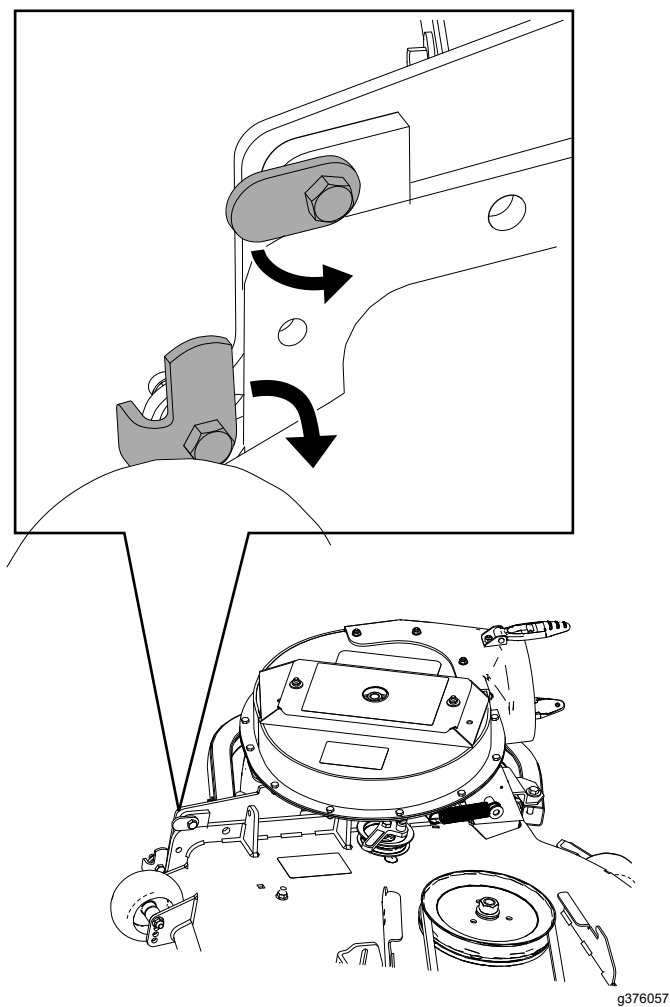

Figure 36
4. Fermez le ventilateur pour vérifier que les verrous sont correctement réglés (Figure 35 et Figure 36).